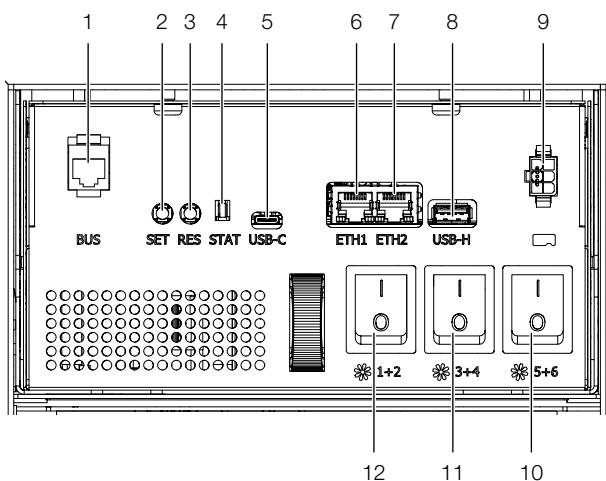

Abb. 102: Climate Controller
Um das Gerät in den Normalbetrieb (Regelbetrieb) zu schalten, betätigen Sie einmal kurz den SET-Taster (Abb. 102, Pos. 10).
Zur Überwachung weiterer physikalischer Parameter des Liquid Cooling Package können am Climate Controller zusätzlich bis zu 16 Standard-Sensoren angeschlossen werden. Dazu schließt man die Sensoren am ersten CAN-Bus-Anschluss an der Rückseite des Geräts (Abb. 102, Pos. 1) an und konfiguriert sie über die Web-Oberfläche.
1. Durch kurzes Drücken des SET-Tasters am Climate Controller (Abb. 102, Pos. 2). Dies bestätigt alle Alarmmeldungen gleichzeitig.